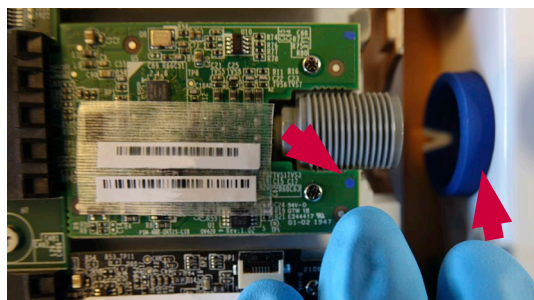

Рис. 19. Цветовая маркировка на плате VDI должна соответствовать цвету кольца
- e) Убедитесь в том, что цвет кольца на задней крышке корпуса совпадает с цветом, указанным на плате VDI (рис. 19)
Во время установки задней крышки корпуса следите за тем, чтобы цветные точки на платах VDI (рис. 19) соответствовали цвету колец, на которые устанавливаются данные платы.